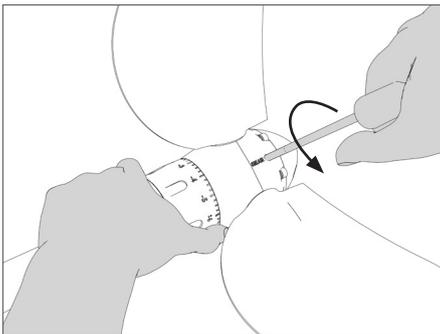

ABB. 42 | Abschrauben des Schmierstopfens
- Schrauben Sie den Stopfen der Schmierbohrung mit einem Inbusschlüssel ab (**Abb. 42**).